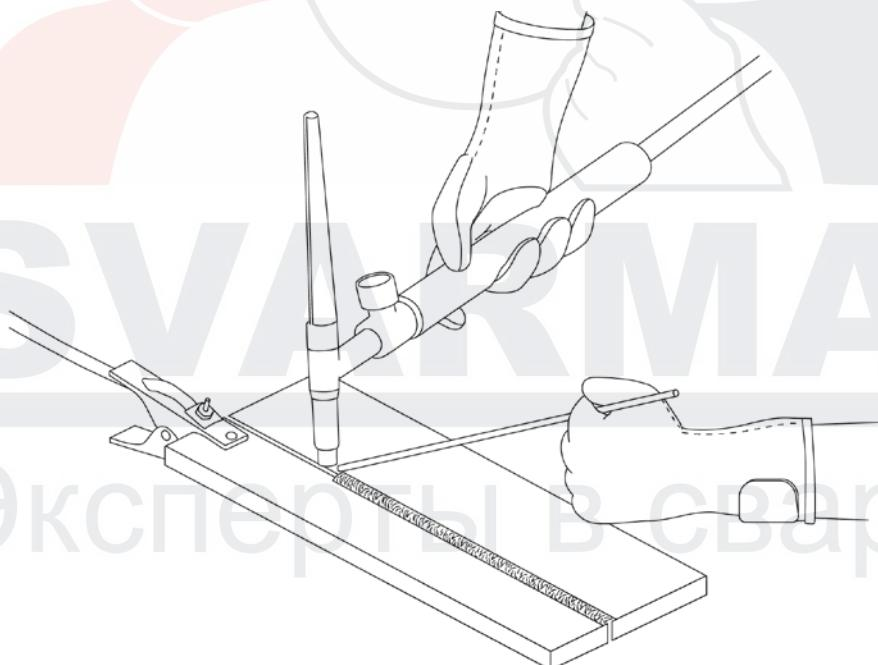

Рис. 13.3. Перед началом работы.
**7.** Начинайте сварочный процесс (См. рис. 13.3).
Перед началом работы не забудьте проверить следующее (См. рис. 13.3):